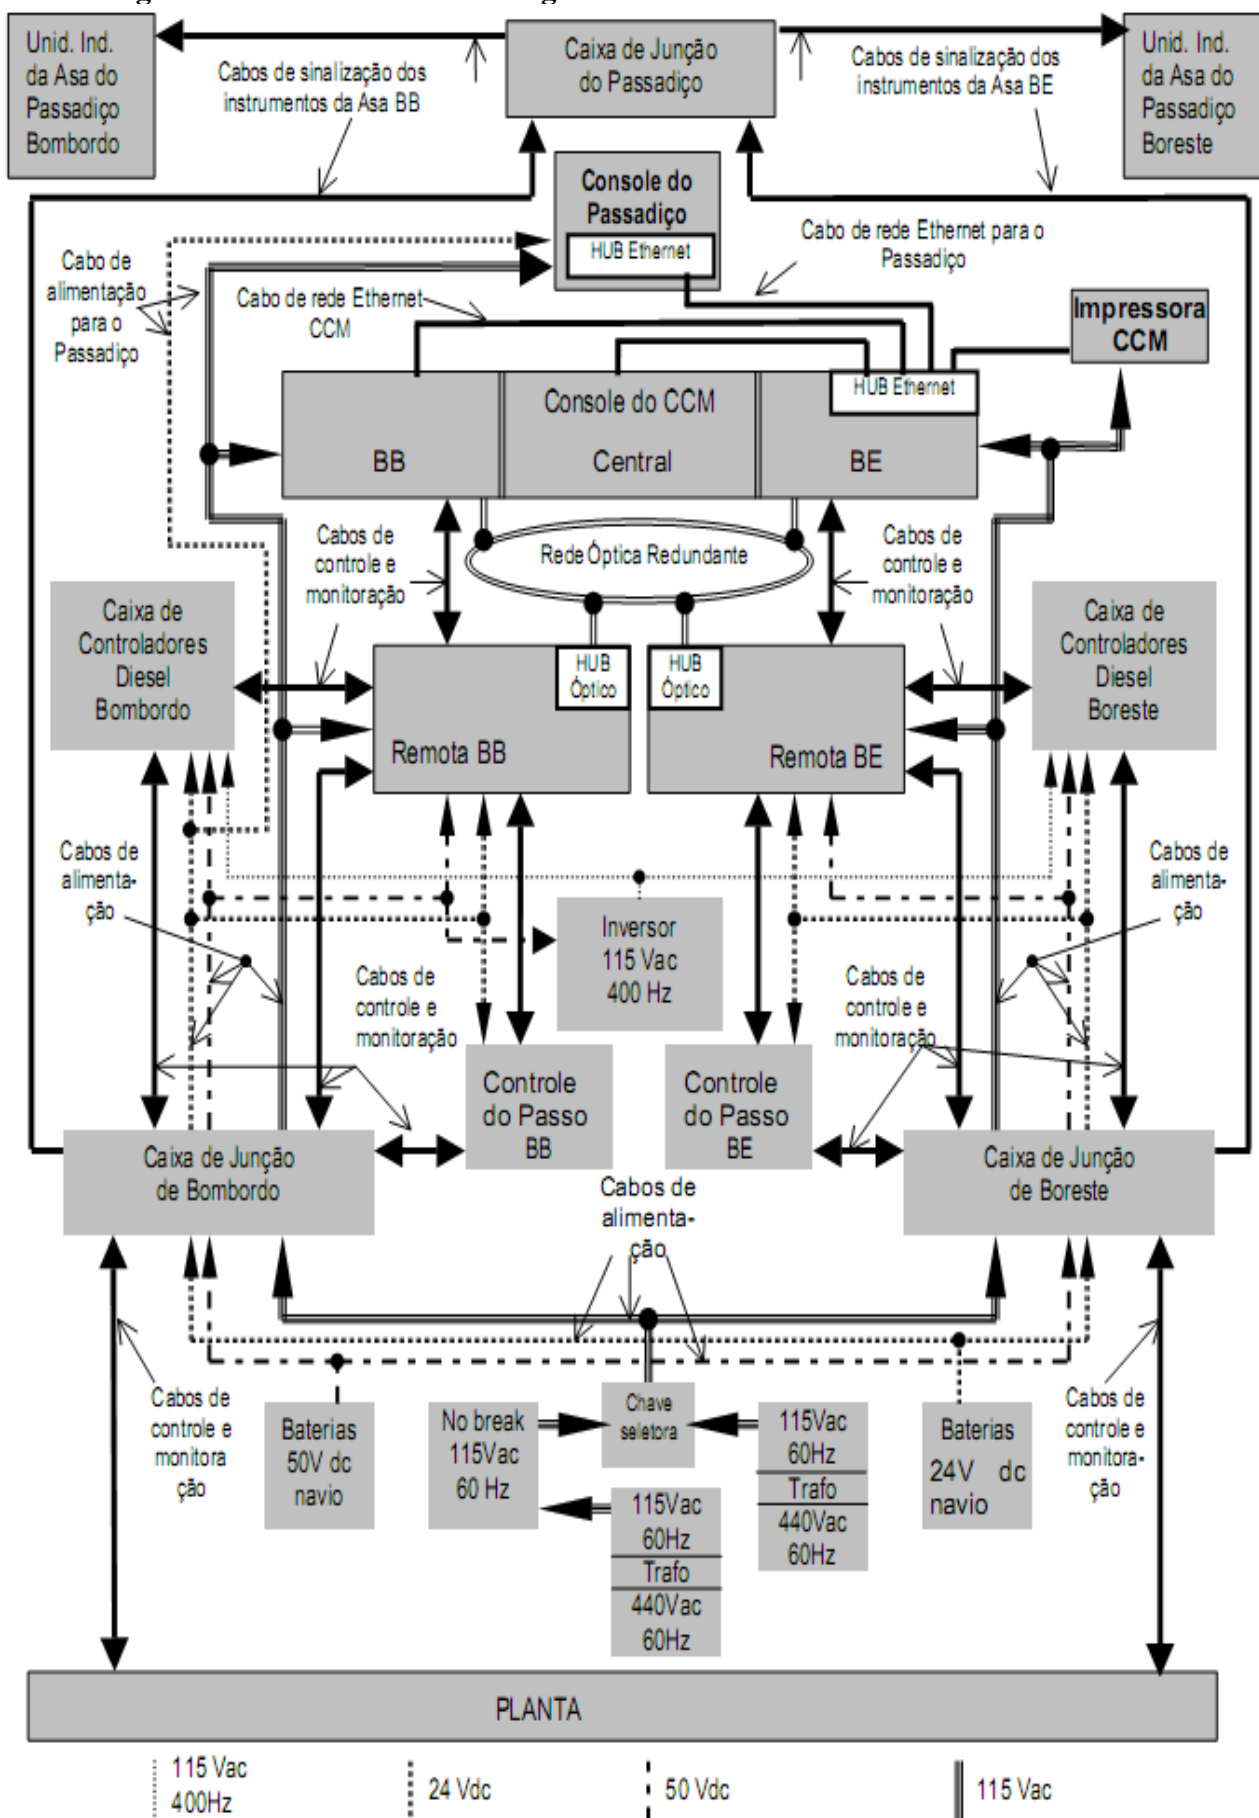

Figura 3.3. Diagrama de bloco de interligações.
3.2.2 – Diagrama de bloco do sistema. Figura 3.3.